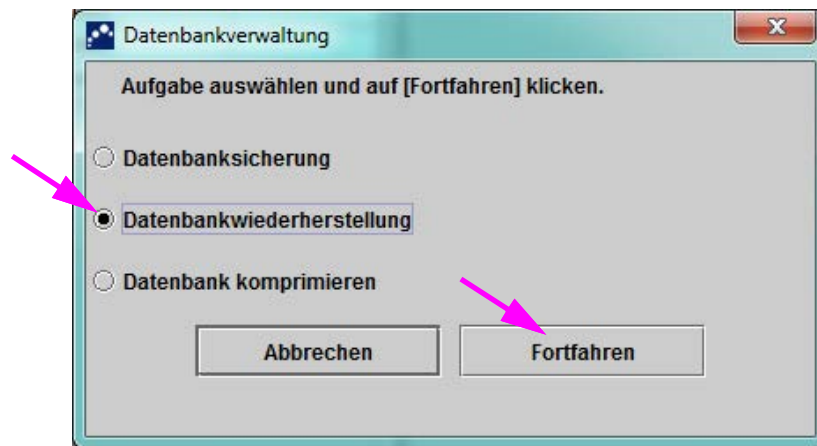

Abbildung 5-76. Fenster „Datenbankverwaltung“
1. Wählen Sie im Fenster „Datenbankverwaltung“ die Option **Datenbankwiederherstellung** aus. Siehe Abbildung 5-76.
9. Klicken Sie im Bestätigungsdialogfeld „Datenbankwiederherstellung“ entweder auf **Fortfahren**, um den Vorgang fortzusetzen, oder auf **Abbrechen**, um ihn abzubrechen und wieder zum Bildschirm „Datenbankverwaltung“ zu gelangen (vgl. Abbildung 5-76).
1. Wählen Sie im Fenster „Datenbankverwaltung“ die Option **Datenbank komprimieren** aus. Siehe Abbildung 5-76.